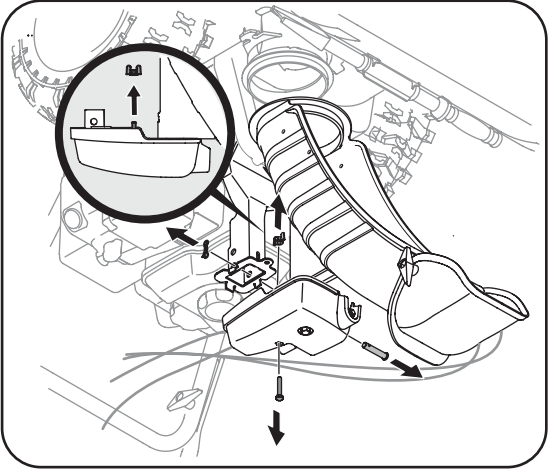

Figure 3-2
- Retirez l'écrou à oreilles et la vis hex. qui se trouvent sur la commande de la goupille ainsi que la goupille fendue et l'axe de chape sur le support de la goupille. Voir la Figure 3-2. Positionnez la goupille (tournee vers l'avant) sur sa base.